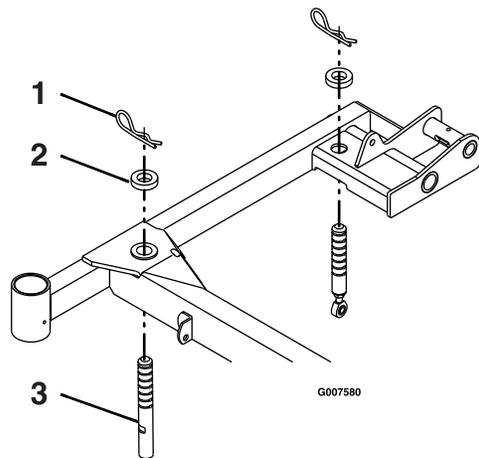

Figura 71
4. Verifique se todos os pernos de gancho estão nos orifícios de 7,62 cm de altura da plataforma do cortador com os espaçadores debaixo dos pernos de gancho (Figura 71)
5. Encurtar ou esticar cada pino de apoio da plataforma do cortador para obter uma altura da ponta da lâmina de 7,62 cm no frente da plataforma e 8,26 cm na traseira da plataforma (Figura 71).